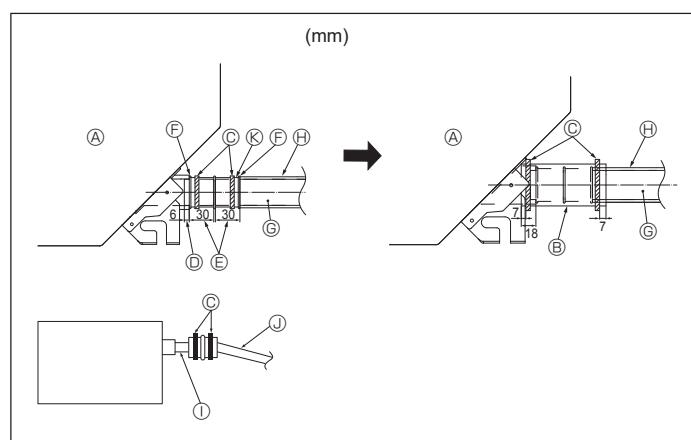

Fig. 5-2
⑨ Hovedenhet
- Kople avløpsmuffen (følger med enheten) til avløpsåpningen. (Fig. 5-2) (Fest røret med PVC-klebemiddel og sikre det med et bånd.)